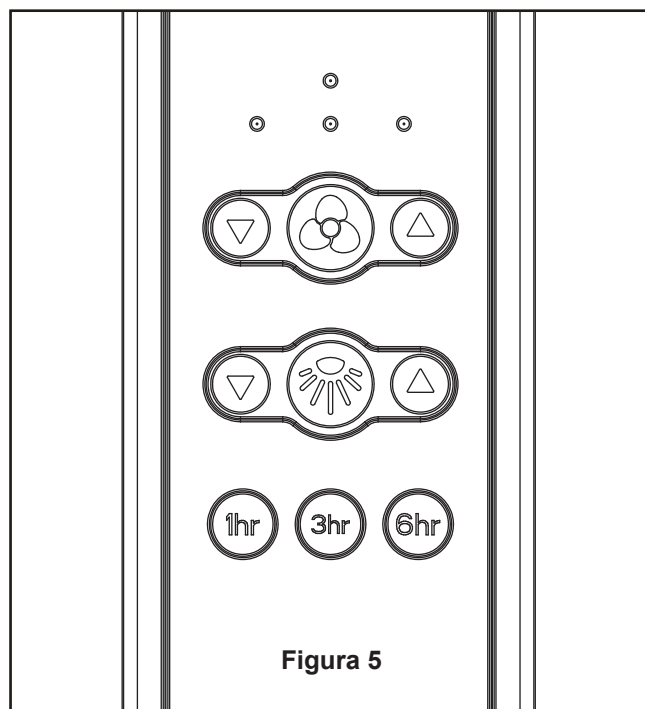

Figura 5
- ☐ 5. Instale la kit LED en la unidad de carcasa usando las dos ranuras principales. Vuelva a colocar el tornillo retirados previamente y asegure los tres tornillos. (Figura 5)
4. Una vez realizadas las conexiones, los cables deben ser colocados de forma extendida poniendo el conductor de la toma de tierra y el conductor de toma de tierra del equipo a un lado de la caja, colocando el conductor sin toma de tierra en el otro lado de la caja, luego gire los conductores hacia arriba y, con cuidado, colóquelos dentro de la caja de salida; con los conductores blancos y verdes hacia un lado y los conductores negros hacia el otro. (Figura 5)
5. Funciones del control remoto: (Figura 5)